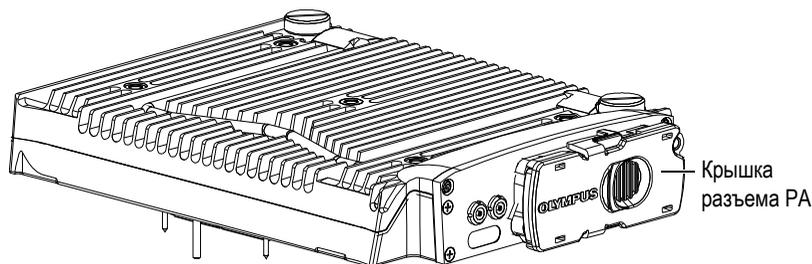

Рис. 3-1 Модуль – Защитная крышка разъема PA
2. Установите защитную крышку на разъем PA (см. Рис. 3-1 на стр. 59).